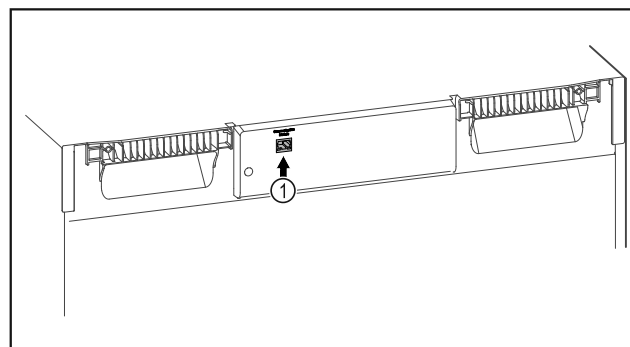

Fig. 99
- SmartModule Fig. 99 (1) inserito.